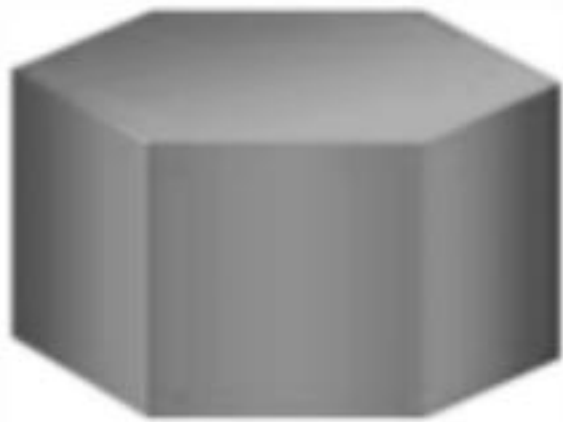

图 2-29 正六棱柱
- ❖ 工程中常用的六角螺母在攻丝之前的形状如图 2-29所示， 请根据其形状画出正六棱柱的三视图， 并回答问题。。